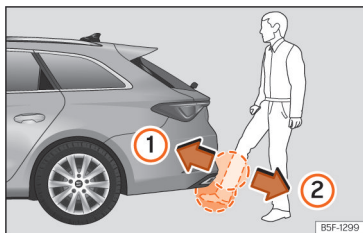

Fig. 83 Hayon cu deschidere controlată prin senzori (Easy Open).
- Mișcați rapid laba și partea inferioară a piciorului cât mai aproape de bară. Partea inferioară a piciorului trebuie să fie aproape de zona senzorului superior, iar laba piciorului de zona senzorului inferior »» **fig. 83 ①**.
- Retrageți rapid laba piciorului și partea inferioară a acestuia din zona senzorilor »» **fig. 83 ②**. Hayonul se deschide automat.